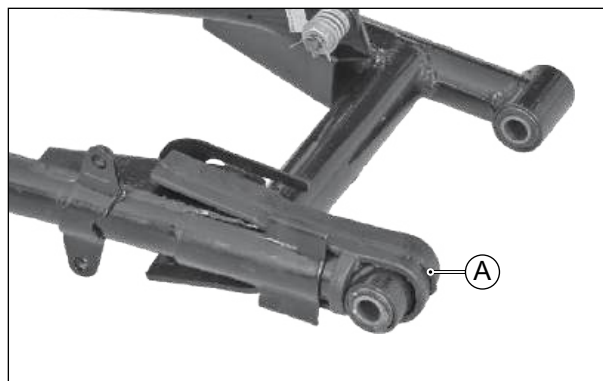

Fig. 6.85
- Remova o deslizador da corrente (A) do conjunto do braço oscilante. (Fig. 6.85)